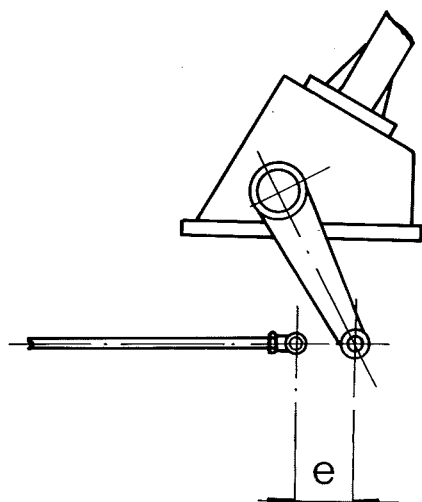

Fig. 145 - Position du levier de direction avec le volant complètement à droite.
- Tourner le volant vers la droite en portant le levier de direction complètement vers l'arrière (Fig. 145).
- Mesurer à l'aide du calibre réf: 5.9030.271.0 la distance (e) (Fig. 145).